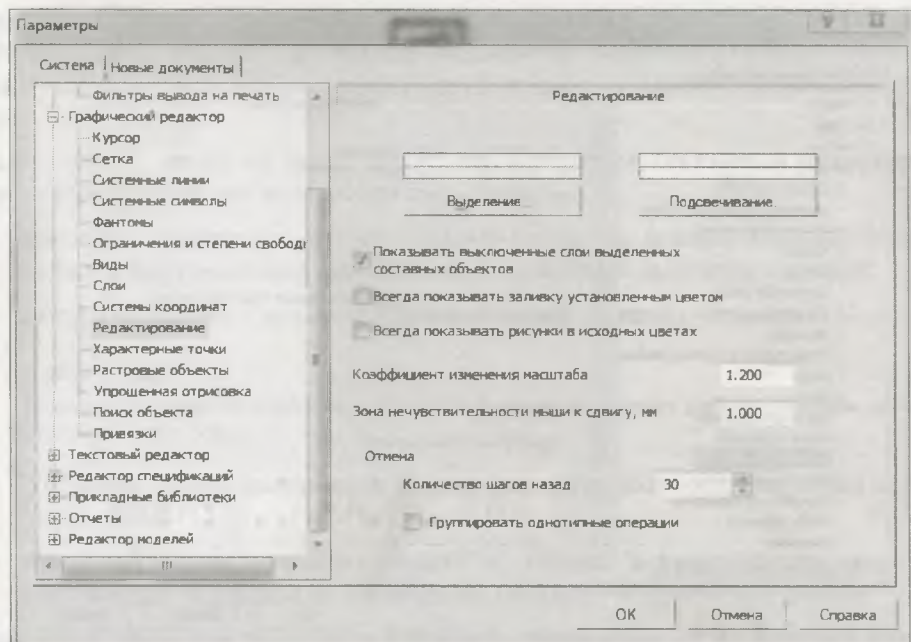

Рис. 17.9. Диалоговое окно Параметры с открытой панелью Редактирование
- ◆ щелкните ЛК мыши по пункту **Редактирование** — в правой части появилась панель **Редактирование** (рис. 17.9). Для изменения параметров: